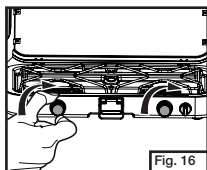

Fig. 16
- Fermez la vanne de brûleur en tournant et en serrant à la main dans le sens horaire. (Fig. 16).